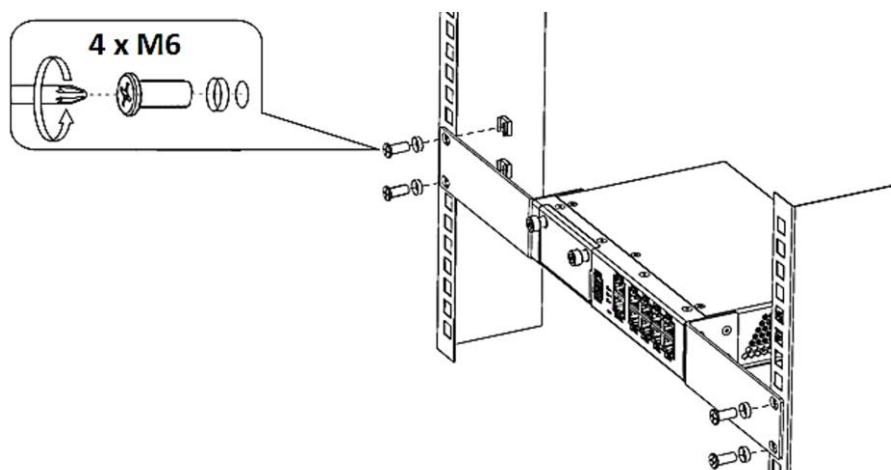
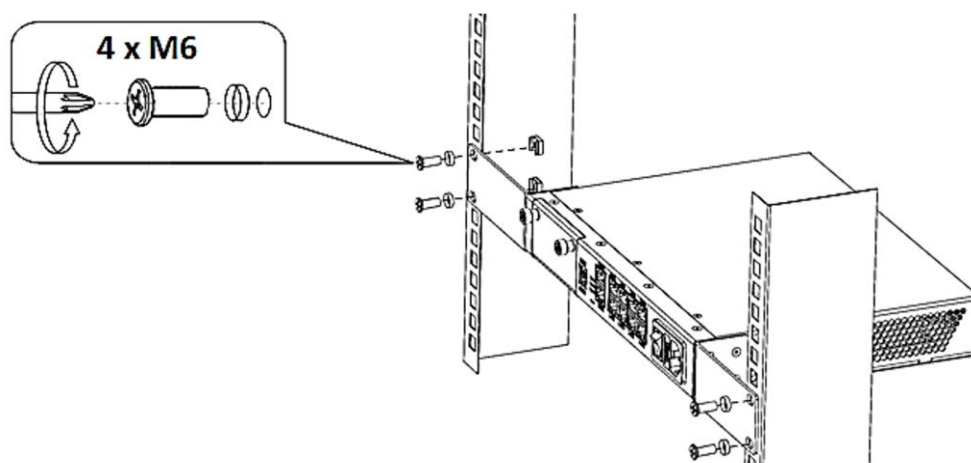
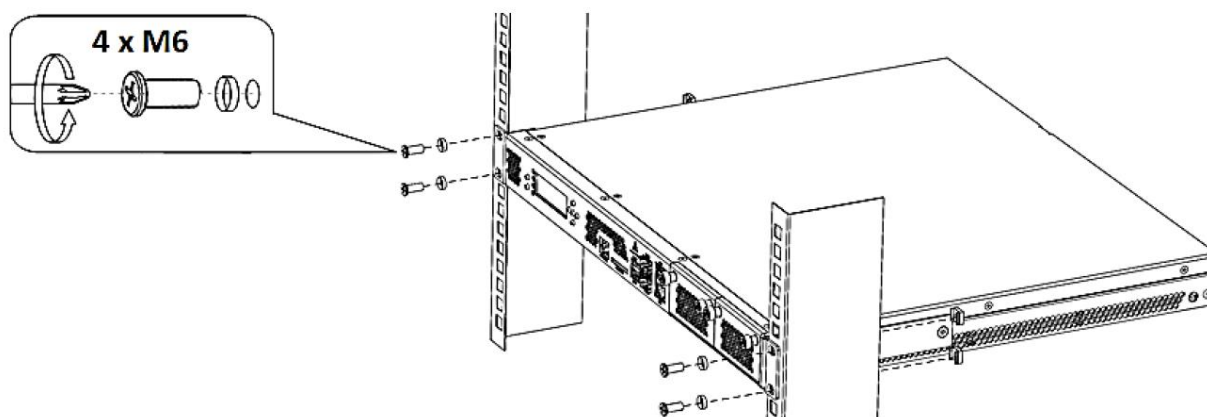

Рисунок 54 – Установка изделий в стойку с использованием комплекта КРПГ.465961.004
Рисунок 55 – Установка изделий в стойку с использованием комплекта КРПГ.465961.006
Рисунок 56 – Установка изделий в стойку с использованием комплекта КРПГ.465961.008
- с помощью отвертки прикрепите маршрутизатор к стойке винтами (Рисунок 54, Рисунок 55, Рисунок 56).